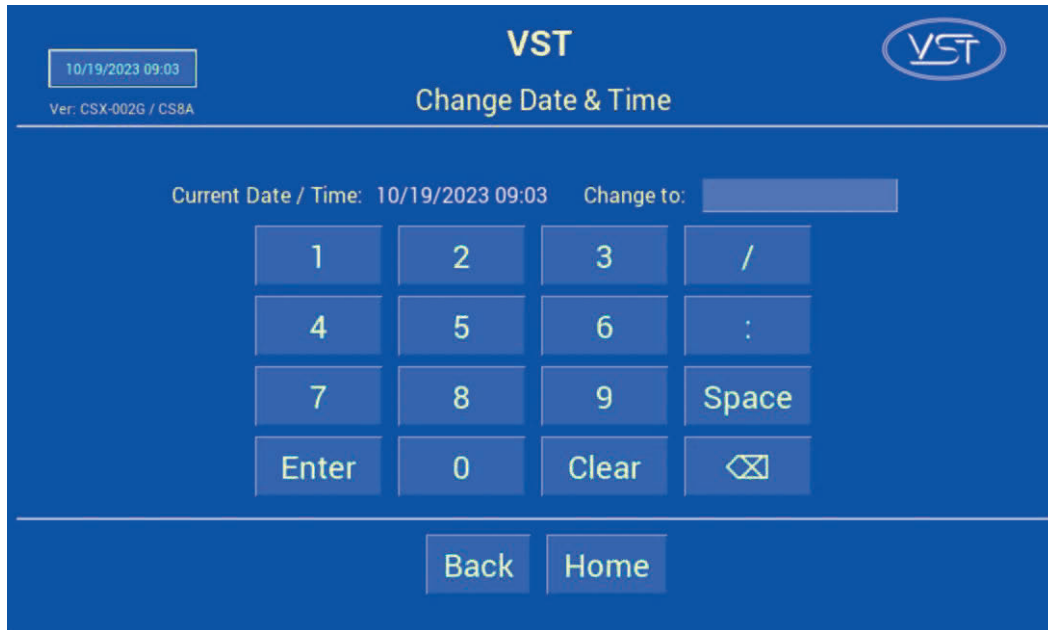

Figura 6-11: Pantalla de Fecha y Hora
2. En la pantalla de la interfaz de fecha y hora, inserte la fecha: (MM/DD/AA) luego la hora: (HH:MM). **Vea la Figura 6-11.**